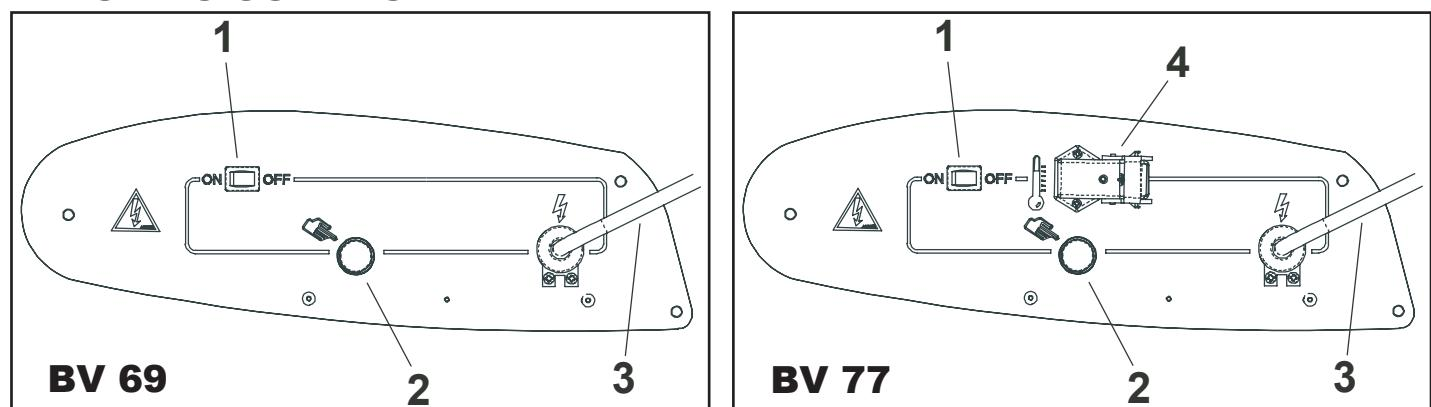

Fig. 2 (A - B)
- pastatykite jungiklį 1 (fig. 2) į simboliu ON pažymėtą padėtį: įsijungs ventiliatorius o po keliu sekundžių prasidės degimas. Paleidžiant pirmą kartą ir visiškai ištuštinus dyzelino sistemą, dyzelino tekėjimas į purkštuką gali vėluoti ir įsijungs liepsnos kontrolės aparatūros signalizacija, kuri įsijungs šildytuvą 2 (fig. 2), tuo atveju, palaukę 1 min., paspauskite rankinio įjungimo mygtuką 1 pakartotinai įjungdami įrenginį. Kai negalima paleisti įrenginio:
2. Paspauskite rankinio įjungimo mygtuką 2 (fig. 2);
Norédami nutraukti įrenginio veikimą pastatykite 1 (fig. 2) jungiklį į "OFF" padėtį. Liepsna užges, o ventiliatorius dar suksis kol degimo kamera visiškai atauš.
Šildytuve árengta elektroninė liepsnos kontrolės aparatūra. Aptikus vienf ar daugiau veikimo sutrikimų, aparatūra blokuoja įrenginį ir užsišviečia rankinio ájungimo mygtuko indikatorius 2 (fig. 2).